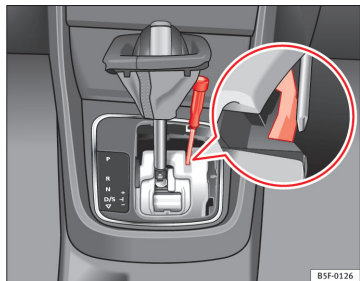

Fig. 93 Levier sélecteur : déverrouillage d'urgence de la position de parking
- Avec un tournevis, appuyez latéralement sur la languette jaune de déverrouillage ⇒ fig. 93 et maintenez la pression.